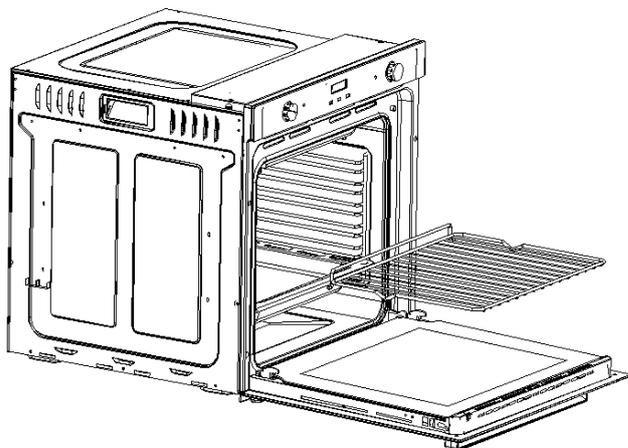

Fig. 1
- 2) Insérez la grille dans l'enceinte en fonction de la couche souhaitée, le côté surélevé est positionné au fond à l'intérieur (Référez-vous à la fig. 1).